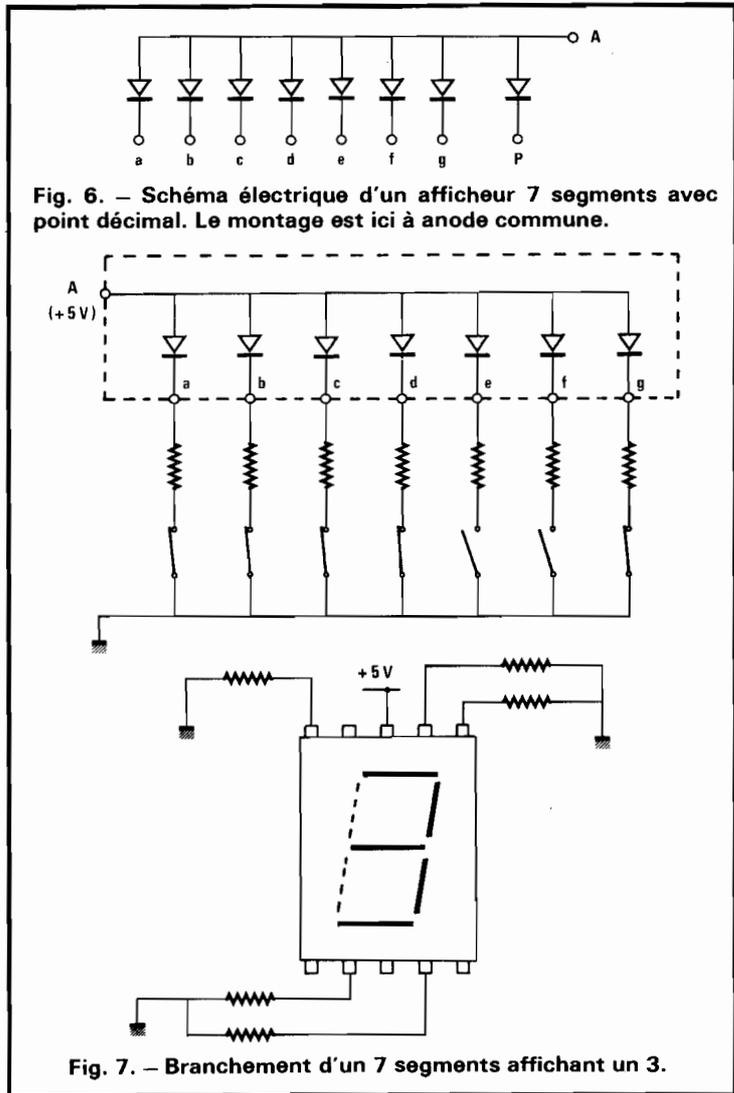

Fig. 6. - Schéma électrique d'un afficheur 7 segments avec point décimal. Le montage est ici à anode commune.
tes en forme de segments désignés par les 7 premières lettres de l'alphabet. Certains afficheurs possèdent un ou deux points lumineux (P) indiquant la virgule. Les diodes ont une liaison commune liant ensemble soit les anodes (fig. 6), soit les cathodes. La plupart de ces afficheurs ont l'avantage d'être compatibles TTL (alimentation 5 V).